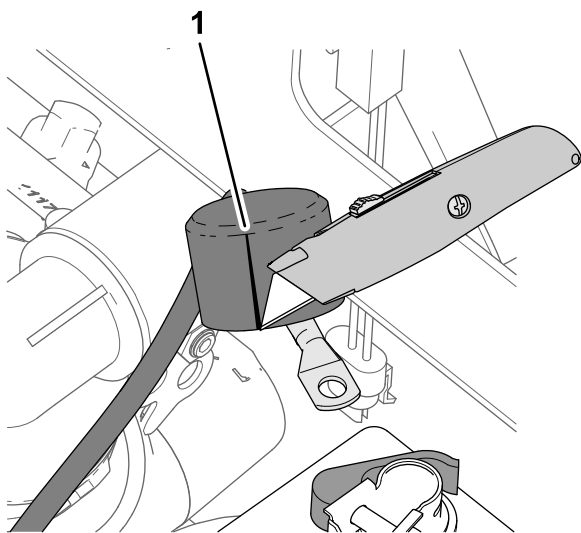

図 209
1. バッテリーのプラスケーブルに、図 209のように絶縁カバーを取り付ける。